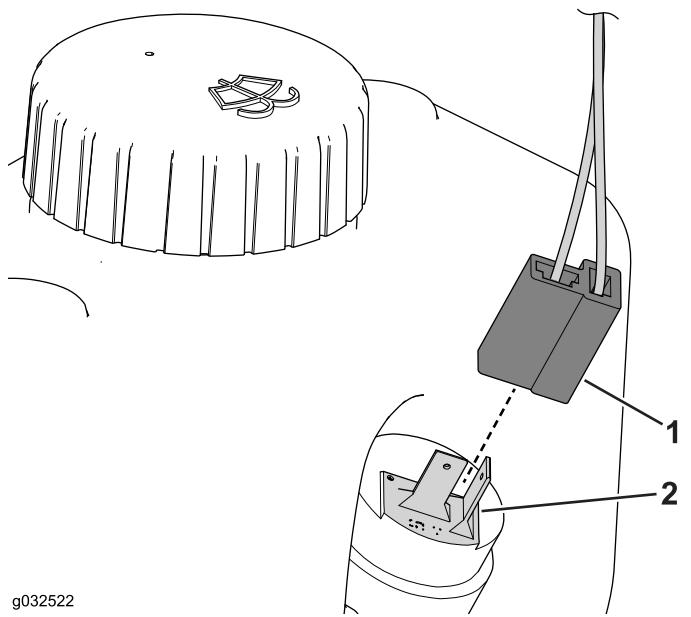

Figura 43
- Enchufe el conector en el depósito del lavaparabrisas (Figura 43).